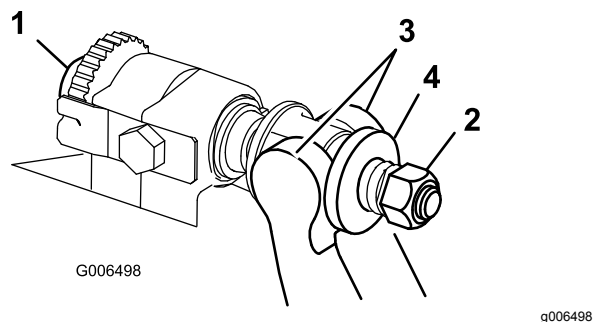

Figure 36
1. Tournez les vis de réglage de la barre d'appui dans le sens antihoraire pour éloigner la contre-lame du cylindre (Figure 36).
2. Faites sortir l'écrou de tension du ressort jusqu'à ce que la rondelle ne soit plus tendue contre la barre d'appui (Figure 36).